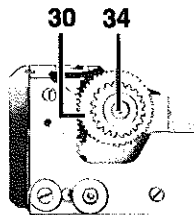

Fig. 13b
20. Remplacement de l'embrayage d'entraînement du tiroir (Fig. 13b)